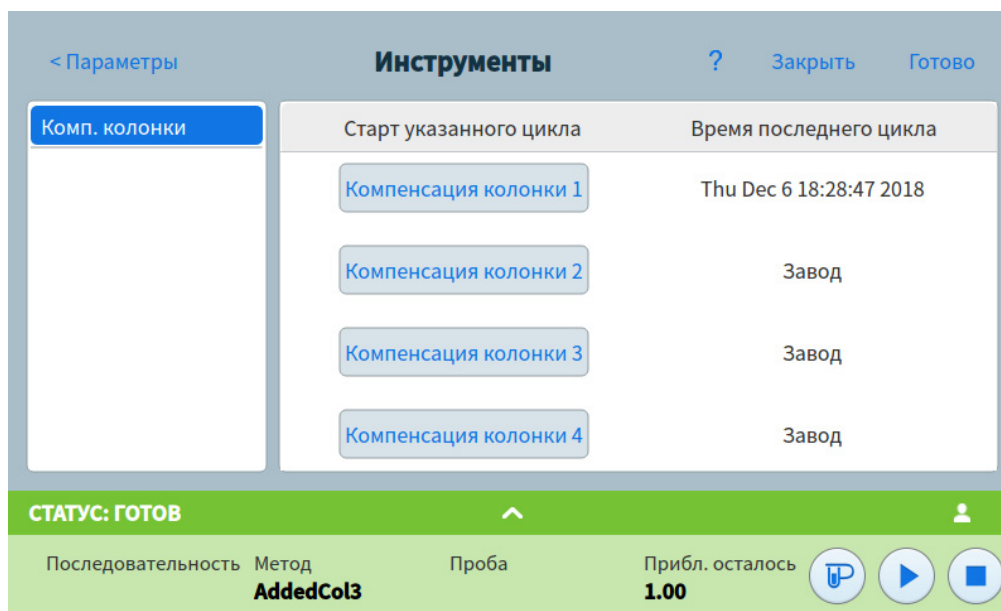

Рис. 49. Страница инструментов
Страница инструментов позволяет выполнять циклы компенсации для установленных на ГХ колонок. См. **Рис. 49**.
- 1 На странице инструментов (см. **Рис. 49**) выберите необходимый пункт **Компенсация колонки** в столбце **Запуск указанного цикла**. ГХ выполнит цикл компенсации колонки. В рамках этого цикла пробы не вводятся.